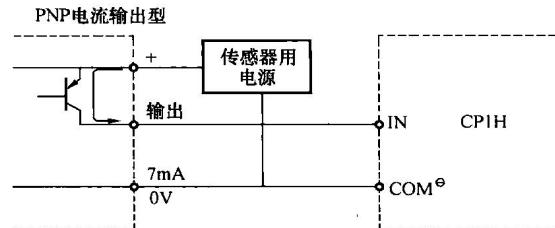

图 1-11 PNP 电流输出型传感器
4) PNP 电流输出型传感器输入设备及其连接，如图 1-11 所示。